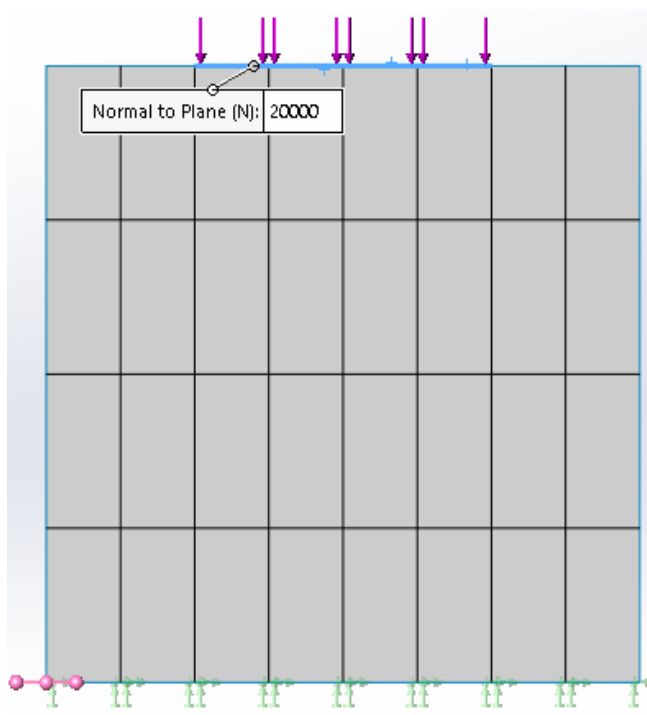

Рис. 4.125
- в якості *Грані і кромки оболонки для нормальної сили* вибираємо чотири верхніх середніх грані (рис. 4.125);